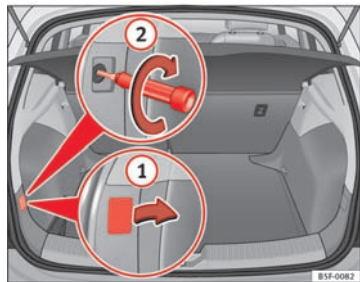

Fig. 143 Bagagerum:
- Vip afdækningen ud af udkæringen med den flade del af skruetrækkeren, og fjern afdækningen ⇒ Fig. 143 ①.
- Løsn skruen, der sidder bagved, ved at dreje skruetrækkeren mod uret (pil) ⇒ Fig. 143 ②, og tag den forsigtigt ud.